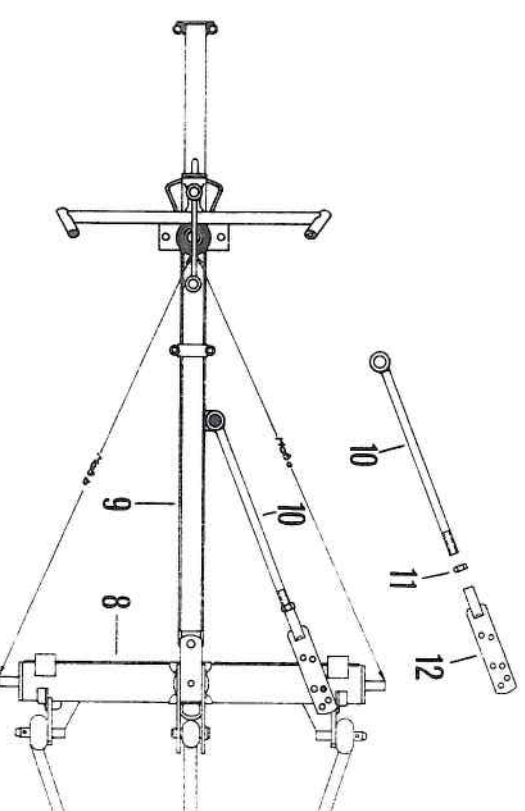

Abb. 5 (8) Grundrahmen (11) Kontermutter
Nachdem der Ausleger eingesetzt ist, stellen Sie ihn im rechten Winkel zum Grundrahmen ein. Zu diesem Zweck dreht man nach Lösen der Kontermutter (11) die Lochplatte (12) auf dem Gewinde der Stabilisierungsstrebe (10) herein oder heraus. Zur Kontrolle messen Sie wie auf Abb. 5 dargestellt. Maß "a" muß gleich Maß "b" sein. Wird der kleine Ausleger auf der Terrasse des Grundrahmens nach oben oder unten versetzt – Abb. 4 und 6 – so muß die Rechtwinkligkeit zum Grundrahmen neu eingestellt werden.